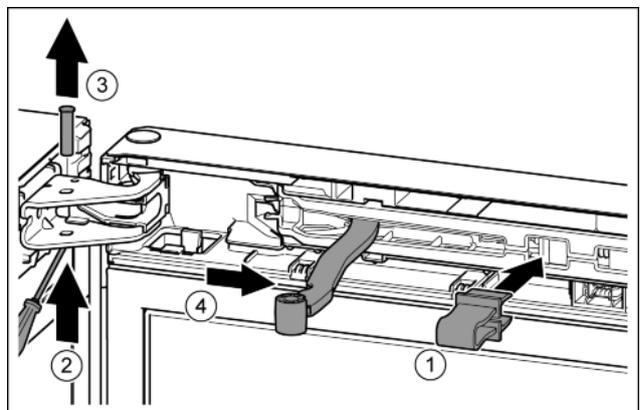

Fig. 13
- Innestare la protezione nell'apertura. *Fig. 13 (1)*
- Con un cacciavite spingere verso l'esterno il perno. *Fig. 13 (2)*
- Estrarre il perno verso l'alto. *Fig. 13 (3)*
- Ruotare lo snodo in direzione della porta. *Fig. 13 (4)*